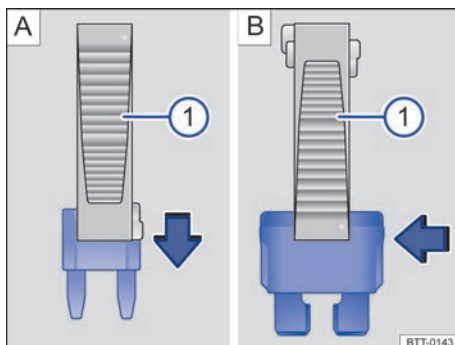

Fig. 255 Retirar o colocar un fusible con las pinzas de plástico (1).
- Dado el caso, retire las pinzas de plástico → fig. 255 ① situadas en la cubierta de la caja de fusibles correspondiente.
- En función del tipo de fusible, desplace las pinzas correspondientes → fig. 255 A ① o → fig. 255 B ① lateralmente sobre el fusible.
- Si el fusible se ha fundido, sustitúyalo por uno nuevo del *mismo* amperaje (de igual color y grabado) y del *mismo* tamaño → ①.